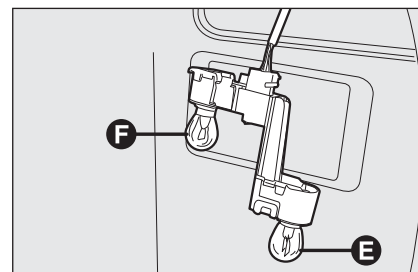

fig. 40
- ☐ rimuovere e sostituire la lampada interessata spingendola leggermente e ruotandola in senso antiorario **fig. 40**;